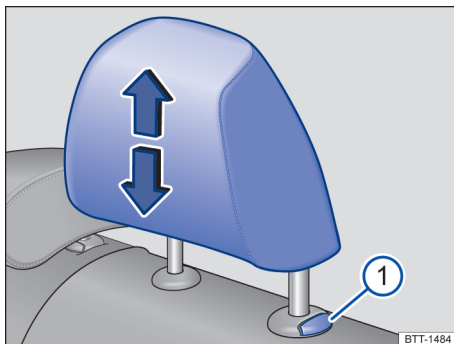
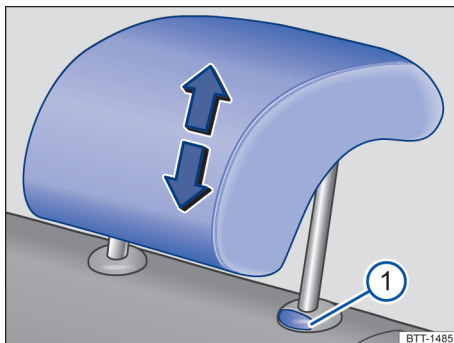

Fig. 68 Assentos traseiros laterais: ajustar o apoio para cabeça.
Fig. 69 Assento traseiro central: ajustar o apoio para cabeça.
- Empurrar o apoio para cabeça para cima no sentido da seta ou, com o botão → Fig. 68 ❶ ou → Fig. 69 ❶ pressionado, empurrar para baixo → ⚠ em *Introdução ao tema* na página 81.